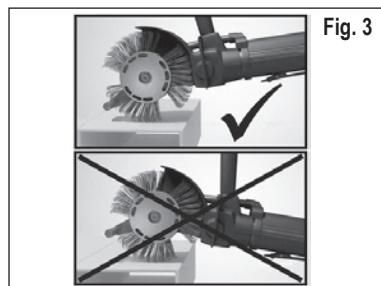

Fig. 3
5. For at opnå optimal effekt skal accelerationsstaven føres tæt hen over overfladen. Er accelerationsstavens afstand til overfladen for stor, aftager effekten mærkbart. **Se fig. 3.** En nærmere beskrivelse af arbejdsmåden for **MBX®** Bristle Blaster® følger af den tilhørende DVD, eller se www.monti.de.